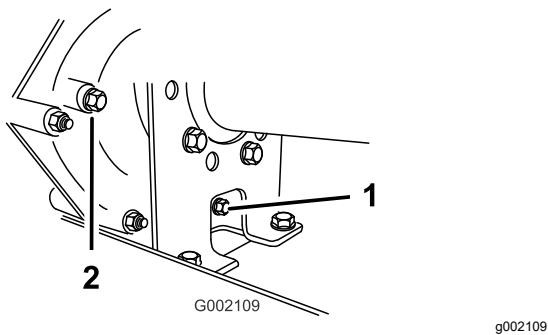
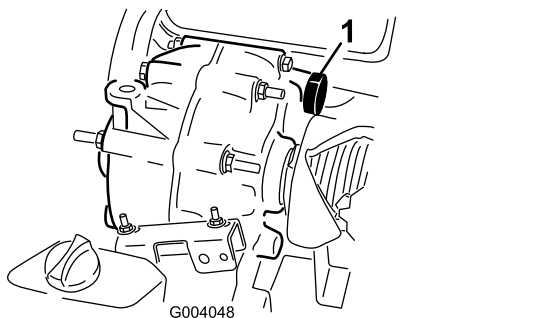

Bild 56
Bild 57
2. Reinigen Sie den Bereich um die Füll- und Ablasschraube mit einem Lappen (**Bild 56**).
4. Drehen Sie die Füllschraube nach links, um sie zu entfernen (**Bild 56**).
5. Drehen Sie die Ablassschraube nach links, um sie zu entfernen (**Bild 56**).
6. Setzen Sie die Ablassschraube und Dichtung in das Ablassschraubenloch am Getriebe ein und ziehen sie an (**Bild 56**).
7. Füllen Sie den Behälter (**Bild 57**) über das Füllschraubenloch mit ca. 1,4 l Öl der angegebenen Ölsorte oder bis der Ölstand im Getriebe die Unterseite des Gewindes erreicht (**Bild 56**).
8. Setzen Sie die Füllschraube und Dichtung in das Füllschraubenloch am Getriebe ein und ziehen sie an (**Bild 56**).
10. Prüfen Sie den Ölstand und füllen mehr Öl ein, wenn der Ölstand unter dem Gewinde im Füllschraubenloch liegt (**Bild 56**).